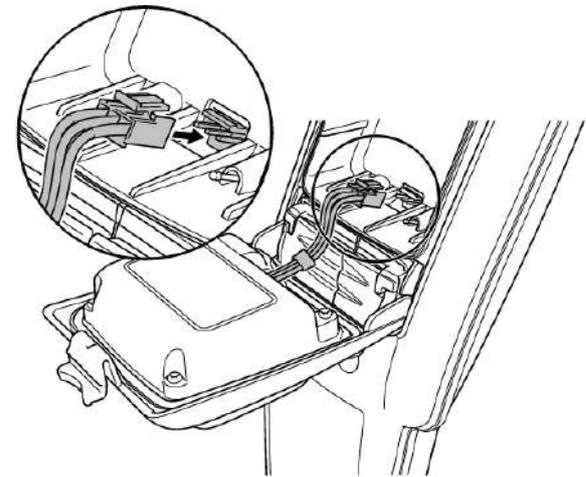

図 4.7 リチウムイオンリード線の接続
- 2 リチウムイオン電池パックを使用している場合は、リードコネクタを抜き取ります（図4.7を参照）。
リチウムイオンの電池パックを使用する場合は、リードを電池コネクタに差し込みます。（図4.7）